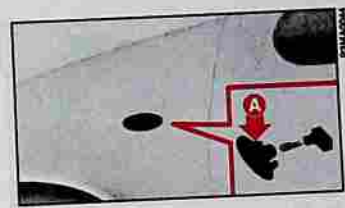

fig. 21
- 1) Pousser à la main le diffuseur dans le sens de la marche de la voiture de manière à comprimer la languette **A**-fig. 21.